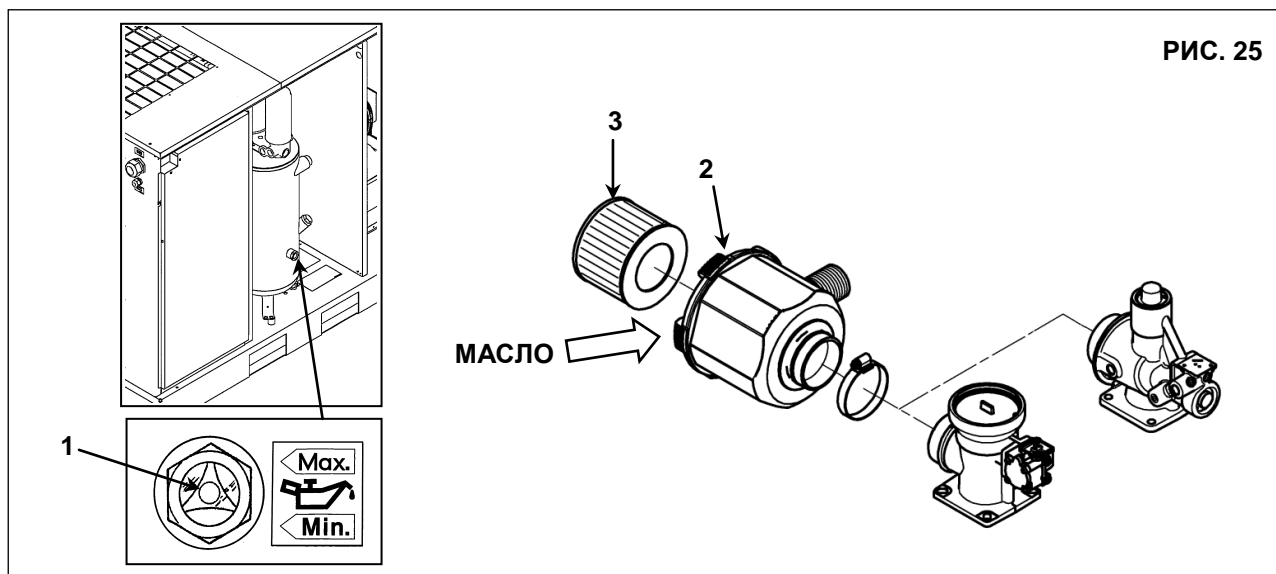

РИС. 25
Проверьте уровень масла, поз. 1, Рис. 25. При поставке установку заправляют маслом; если же уровень масла недостаточен, добавьте масло того же типа. Если между приемкой на заводе-изготовителе и датой установки прошло более 3 месяцев, смажьте винтовой узел запуском, выполнив следующие действия:
- Снимите кожух (поз. 2, Рис. 25)
- Снимите воздушный фильтр (поз. 3, Рис. 25)
- Вновь установите воздушный фильтр (поз. 3, Рис. 25)
- Вновь установите кожух (поз. 2, Рис. 25)